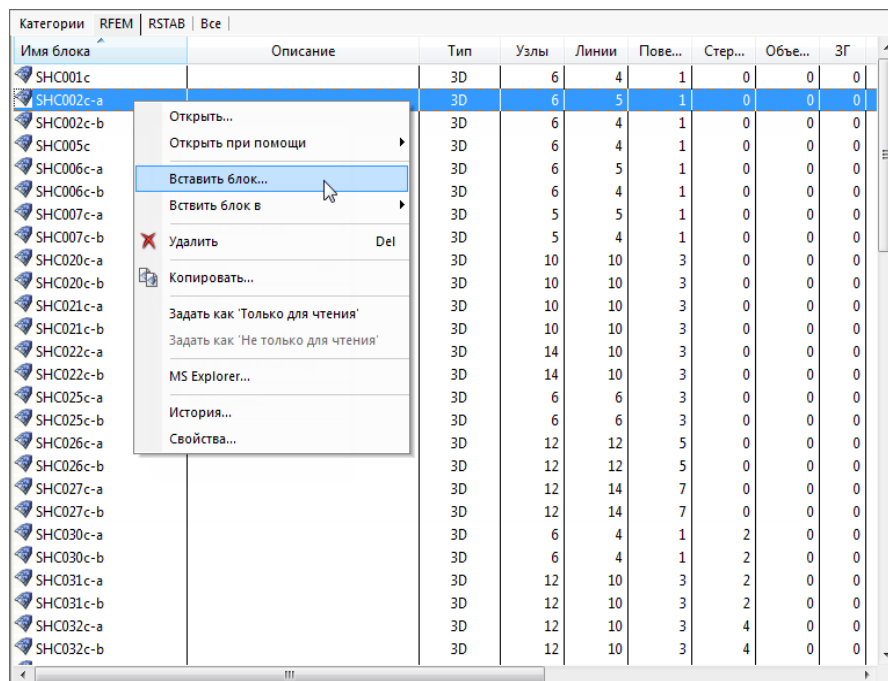

Рисунок 12.38: Контекстное меню блока
- используйте контекстное меню блока (см. Рисунок 12.38).